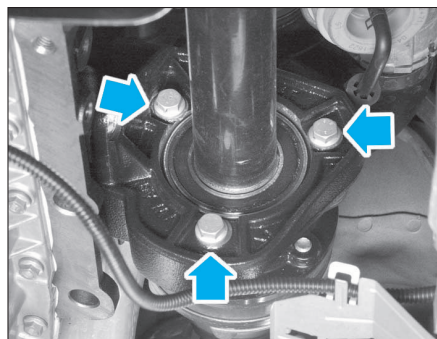

FIG. 3
- Desserrer les vis de la bride (Fig.3).